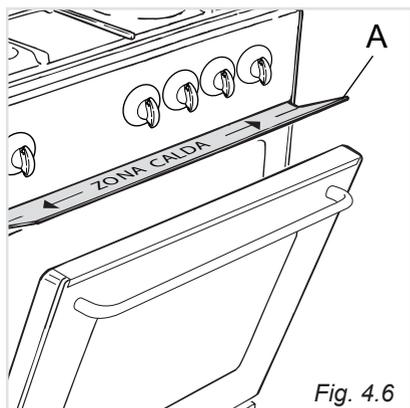

Fig. 4.6
Infilare lo schermo paracalore "A" negli appositi supporti nel lato inferiore del pannello comandi (fig. 4.6).
- Aprire la porta fino al primo scatto. Infilare lo schermo paracalore "A" negli appositi supporti nel lato inferiore del pannello comandi (fig. 4.6).
Montare lo schermo paracalore (Fig.4.6), fornito a corredo, che serve per proteggere il frontale comandi dal calore.